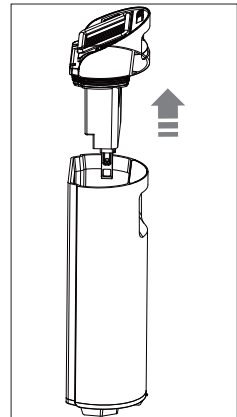

Abb. 10 – Kappe entfernen
- ▶ Ziehen Sie die Kappe des Schmutzwassertanks nach oben ab (**siehe Abb. 10**).